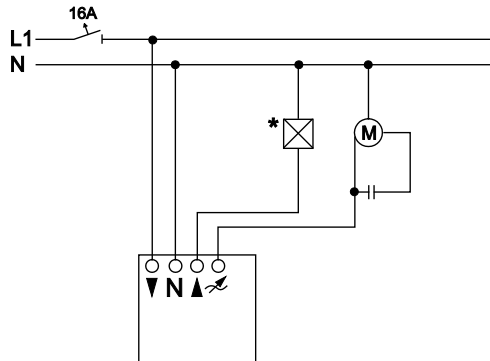

Рис. 3: Схема соединений
2. Вертикально вставьте в стену монтажную коробку, входящую в комплект поставки (1).
3. В соответствии со схемой соединений подключите регулятор скорости вращения (рис. 3).
5. Установите комбинированную рамку (2) и вставьте С-диск (3), так чтобы вентиляционные прорези располагались вертикально.
6. Установите контрольную лампу (8) на средние зажимы, так чтобы носок был направлен в сторону регулировочного вала.
7. Установите второй С-диск (4) и зафиксируйте его гайкой.
2. Снимите с вала удерживаемую пружиной установочную кнопку (6).
3. Открутите гайку (5) и снимите крышку (2).
7. Проведите провода через уплотнительный штуцер и присоедините их согласно схеме соединений (рис. 3) снизу к зажимам регулятора скорости вращения.